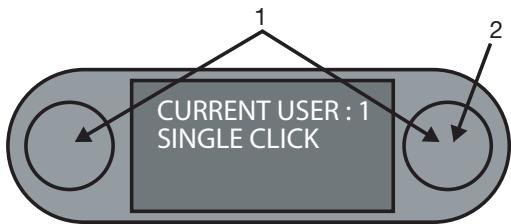

Figure 1
1. Enfoncer longuement les deux boutons (Fig. 1) après être passé à l'affichage approprié. (Voir tableau 3)
2. Parcourir le menu à l'aide du bouton droit (Fig. 1).